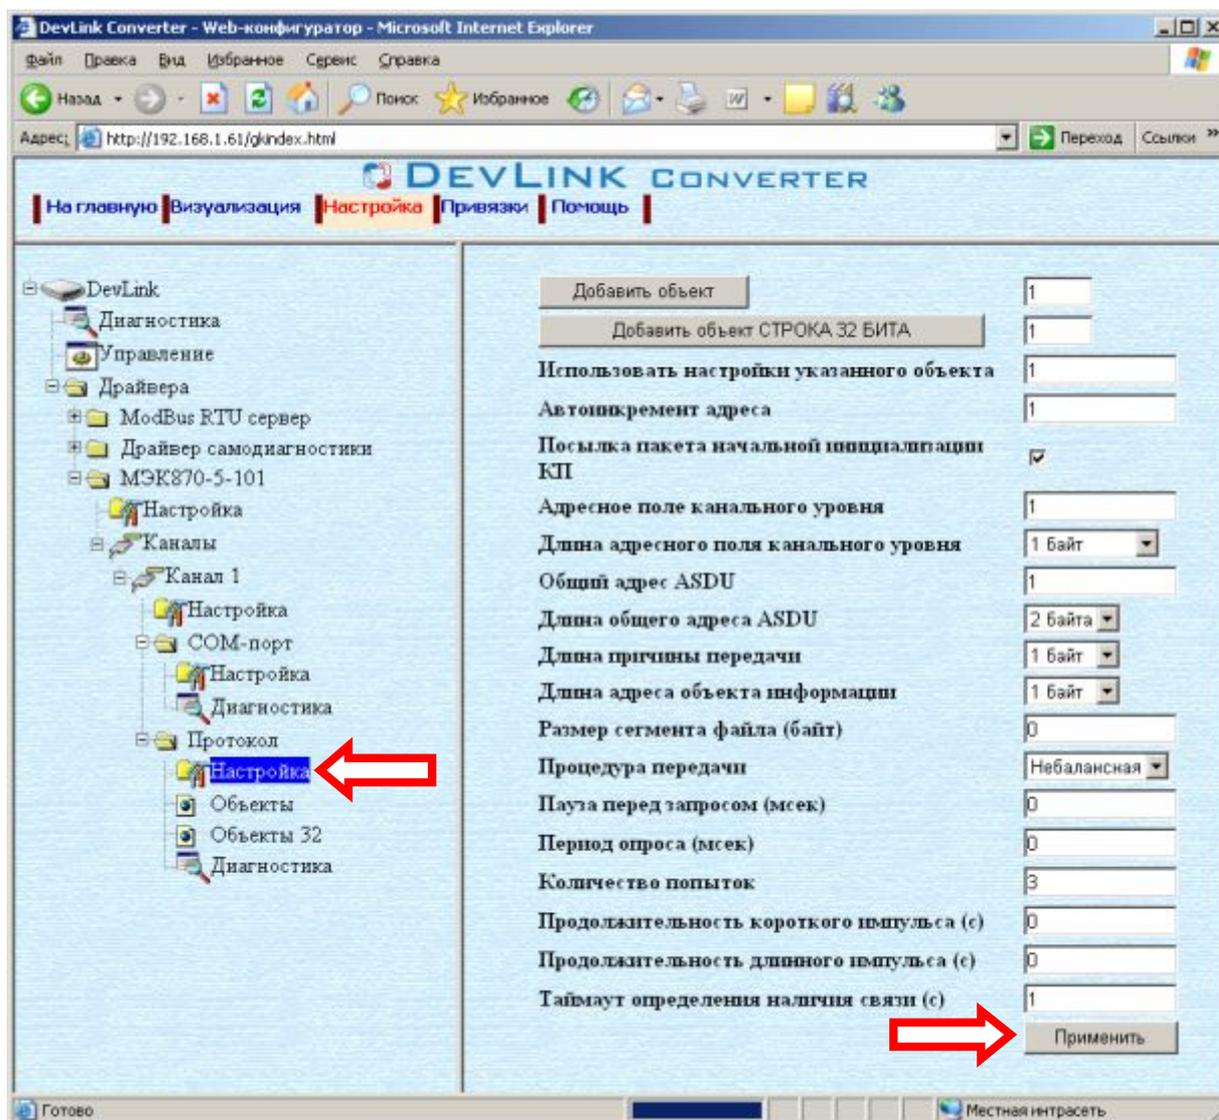

Рисунок 3.8 – Настройка протокола
- Выберите в дереве объектов *папку «Настройка»* протокола нужного канала драйвера (рисунок 3.8). В результате в правом фрейме (фрейм «Настройка») конфигуратора появятся соответствующие элементы управления
- С помощью элементов управления задайте необходимые установки и нажмите кнопку «Применить» (рисунок 3.8).